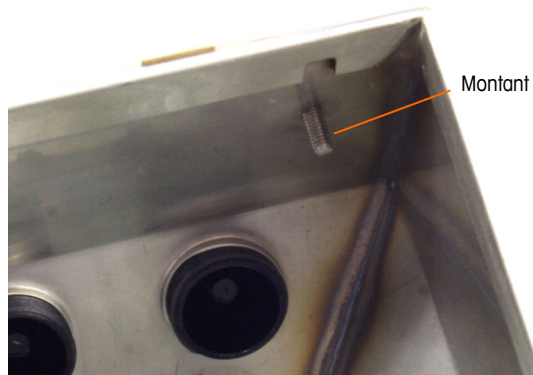

Figure 2-10 : Montant de fixation inversée du panneau avant
4. Tournez soigneusement l'arrière de l'enceinte de 180 degrés et fixez à nouveau les deux bandes de mise à la terre aux deux montants près des bagues à l'aide des deux écrous enlevés au cours de l'étape précédente. La Figure 2-10 illustre l'un des montants. Serrez les deux écrous.